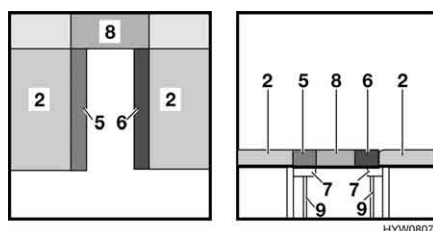

Fig. 42 Dopo la trasformazione in letti singoli
- Riporre ciascuna delle parti del cuscino dello schienale (Fig. 42,5 e 6) su un telaio portamaterasso (Fig. 42,7).